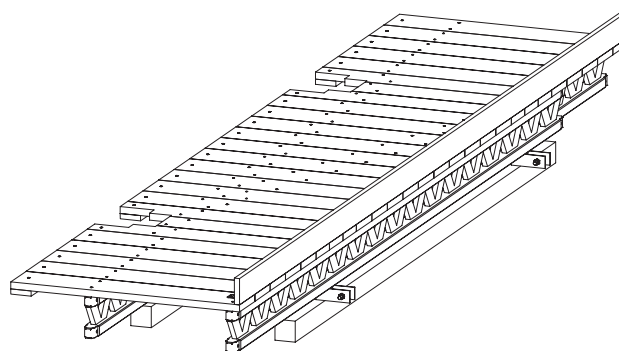

Fig. C4.02
- La piattaforma finale è pre-assemblata. (Fig. C4.02)